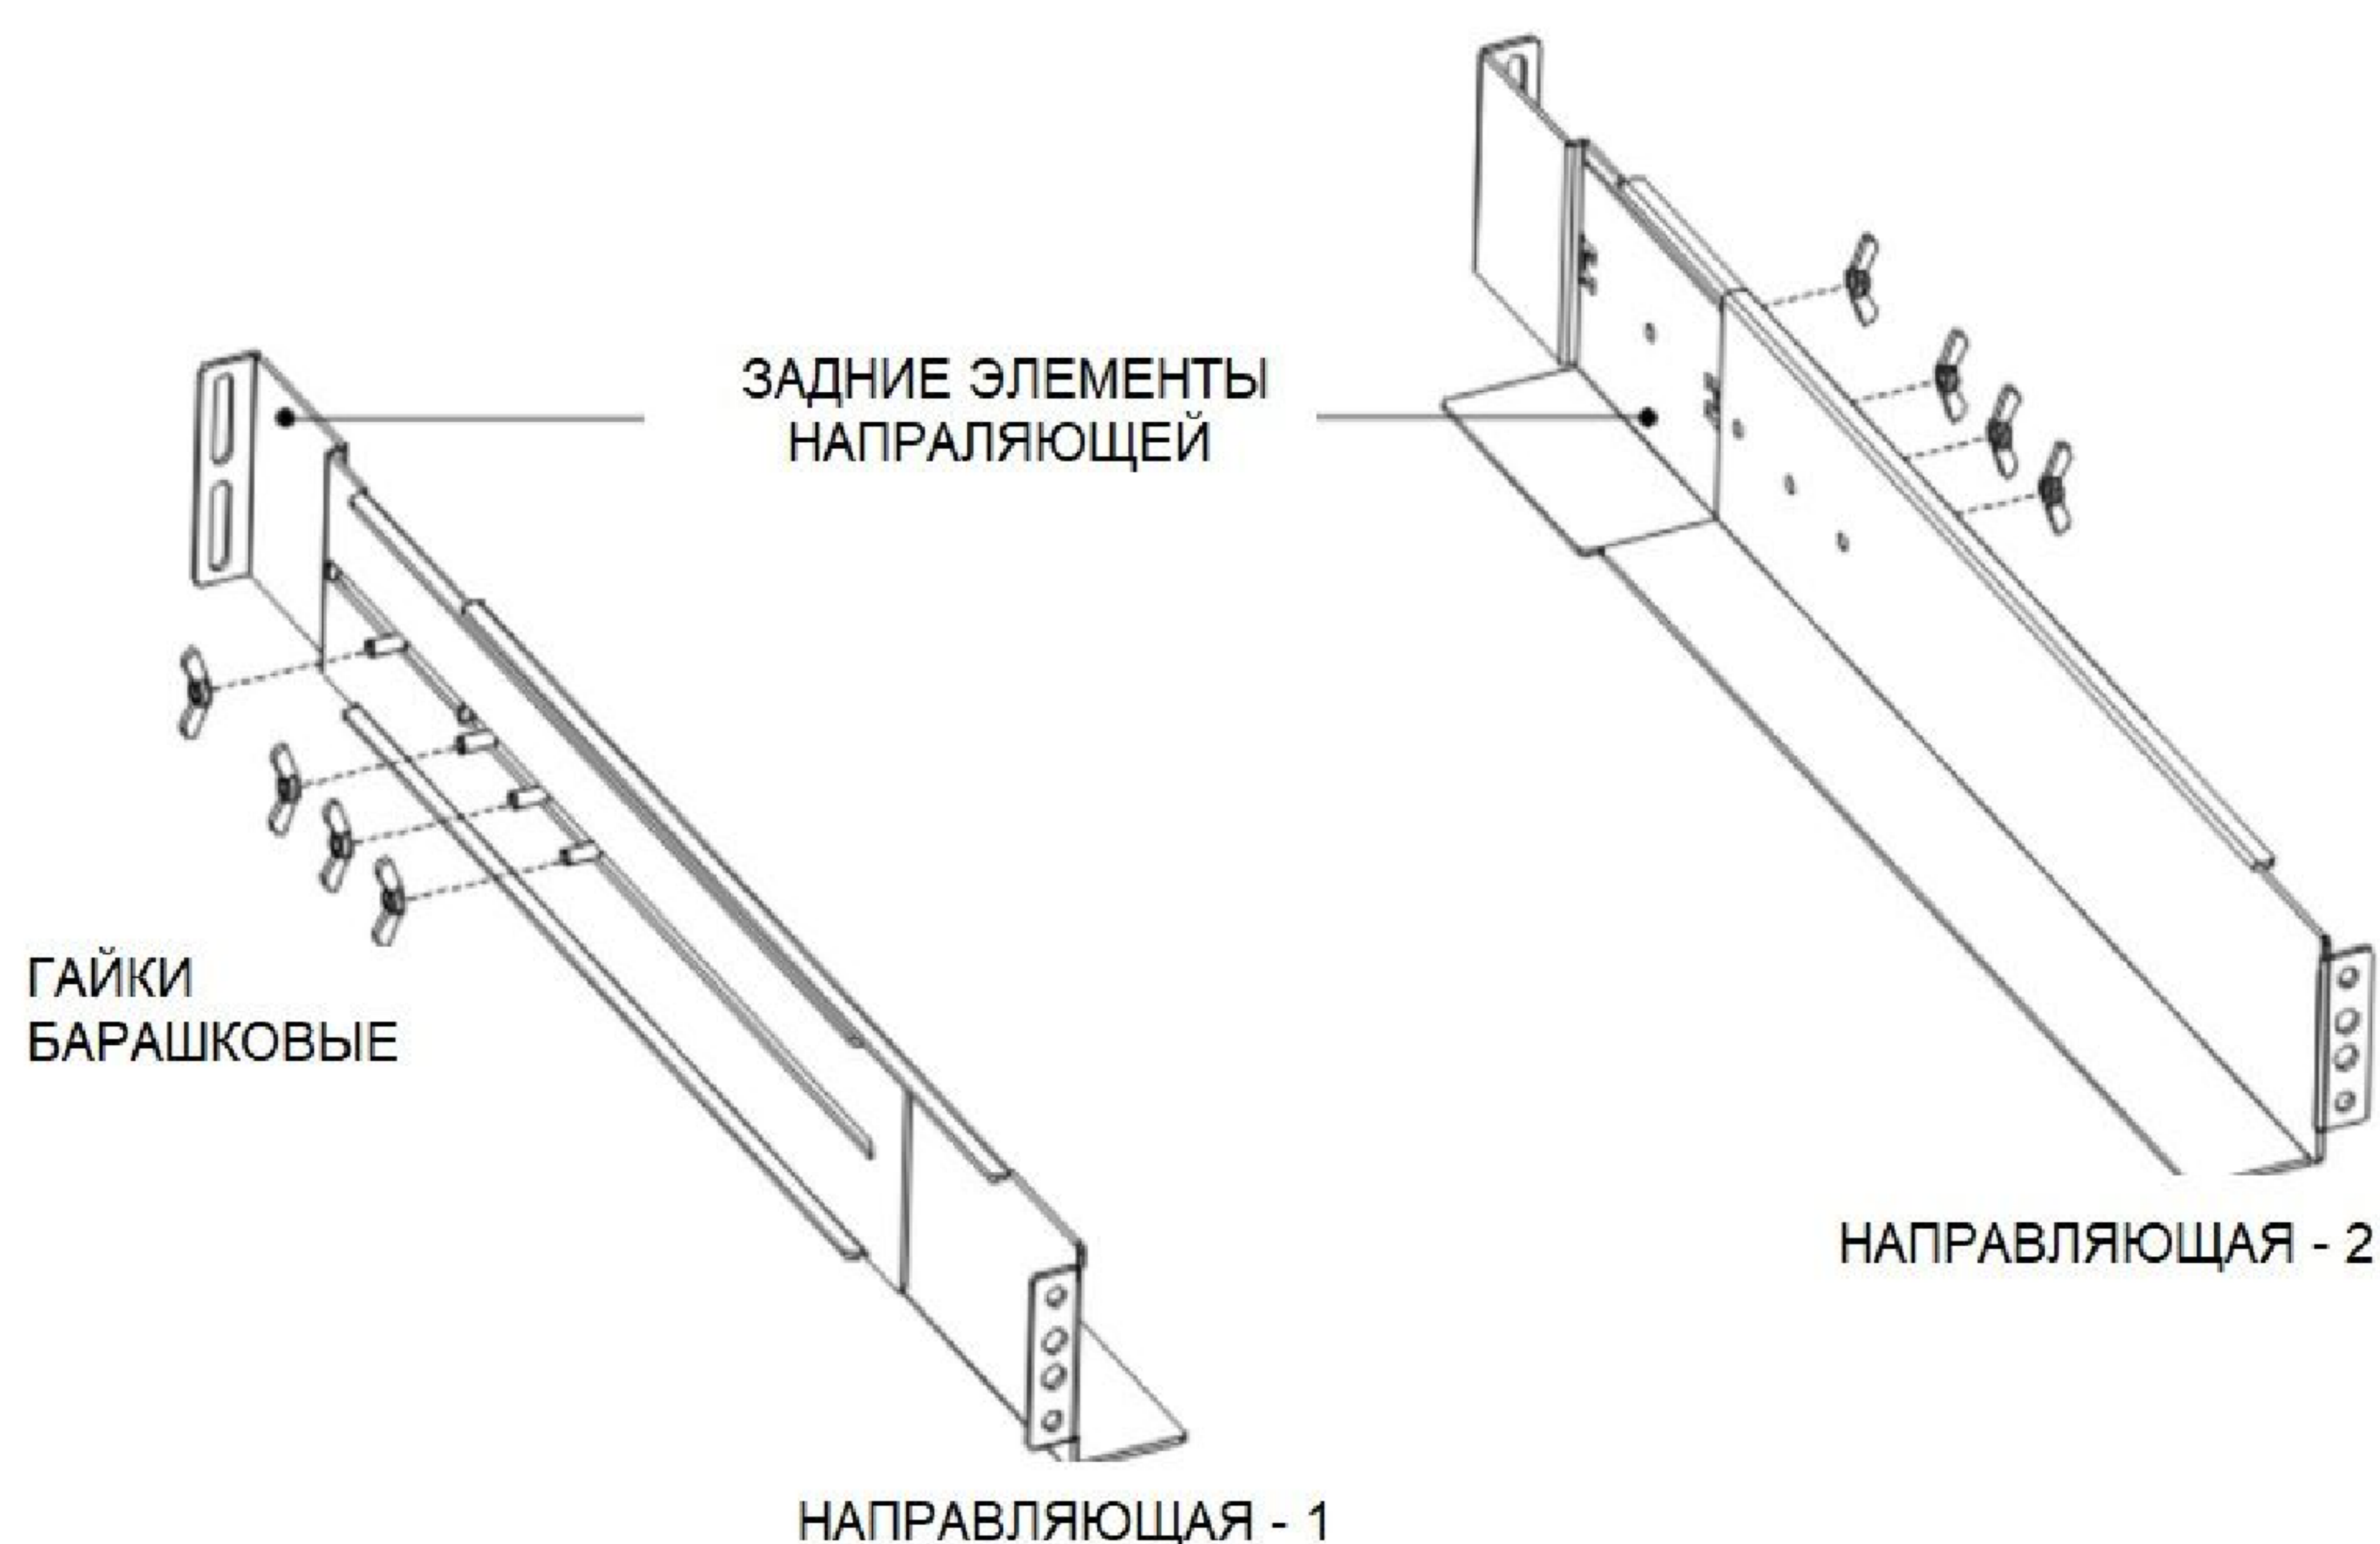

Рис.5 — Сборка направляющих
**** - монтажный кронштейн и направляющие для установки в стойку 19" (см. п.4-3, Рис.5) — это разные позиции, направляющие для установки в стойку 19" приобретаются отдельно.**
- 1) Не затягивая винты, отрегулируйте направляющие в соответствии с глубиной стойки (см. рис. 5);